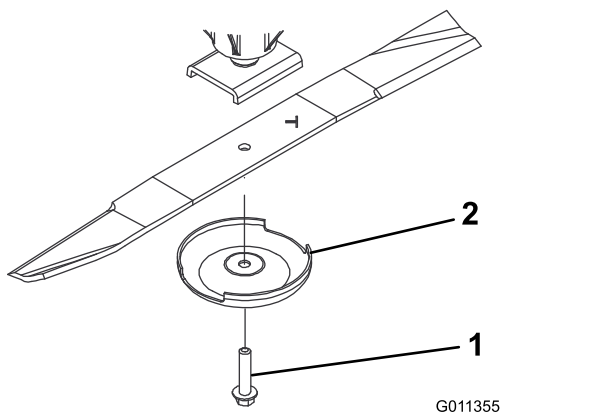

图 70
3. 使用抹布或厚垫手套抓住刀片的端部并从铰轴卸下刀片螺栓、防刮罩和刀片 图 70。
4. 使用防刮罩和刀片螺栓安装刀片刀翼面向剪草刀盘 图 70。